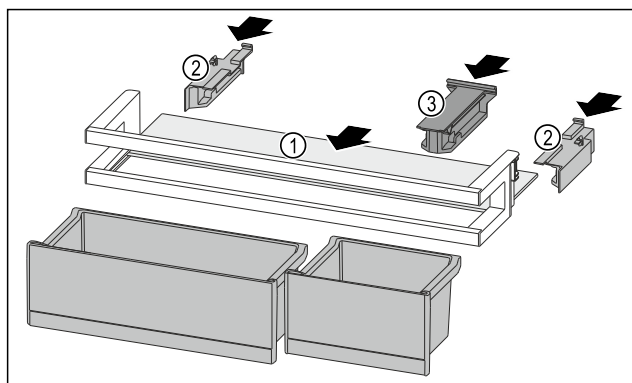

Fig. 239
- Inserire il ripiano Fig. 239 (1) negli incavi laterali.
- Inserire gli elementi laterali Fig. 239 (2).
- Inserire l'elemento di tenuta Fig. 239 (3).